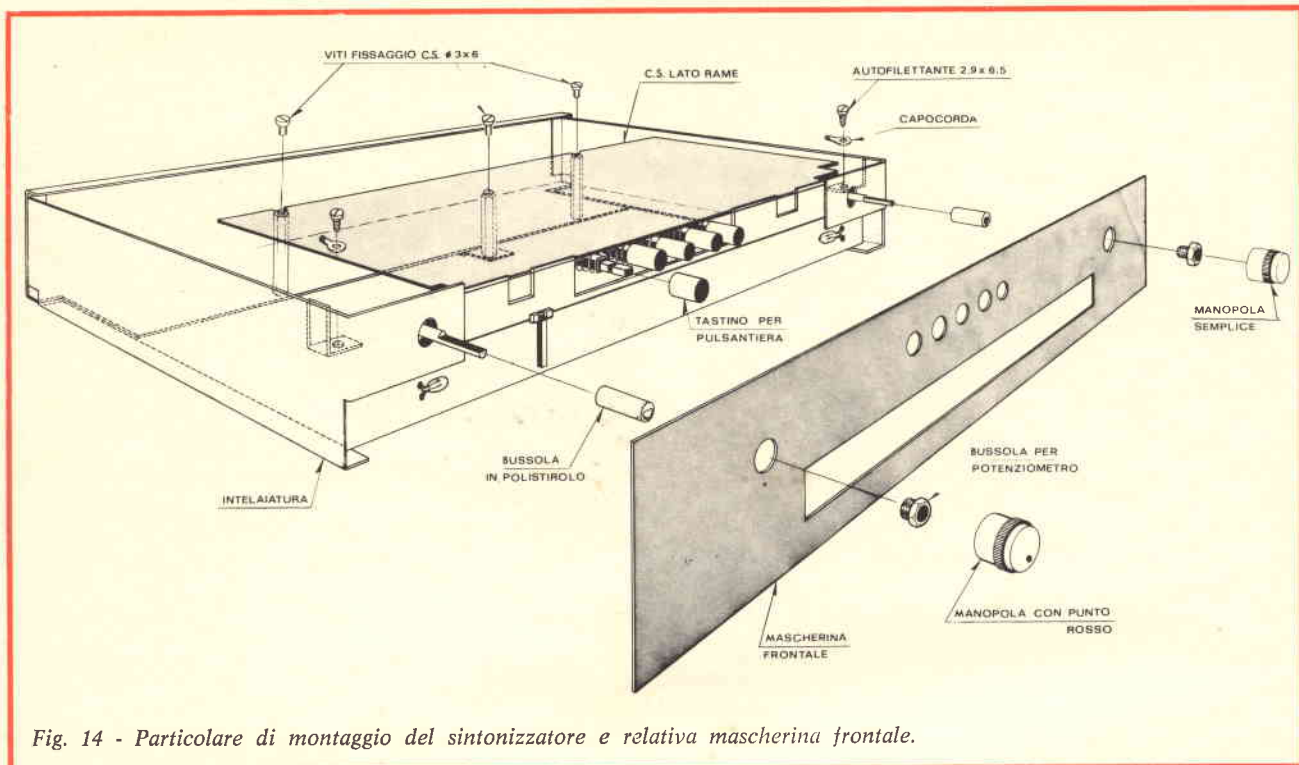

Fig. 14 - Particolare di montaggio del sintonizzatore e relativa mascherina frontale.
- Montare la piastra completa nell'intelaiatura. Inserire per primi i perni del potenziometro e del condensatore variabile nei rispettivi fori - fig. 14.